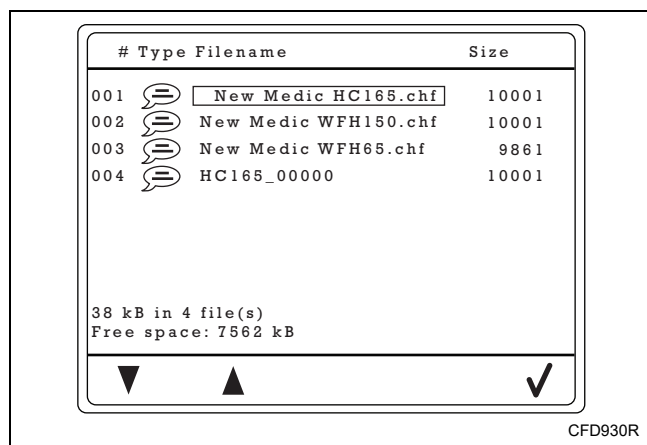

Figure 52
1. Utiliser les touches sous les icônes de Navigation pour sélectionner le fichier d'aide à transférer à la machine. Se reporter à la Figure 52.
2. Confirmer en appuyant sur la touche sous l'icône Le crochet. Se reporter à la Figure 52.